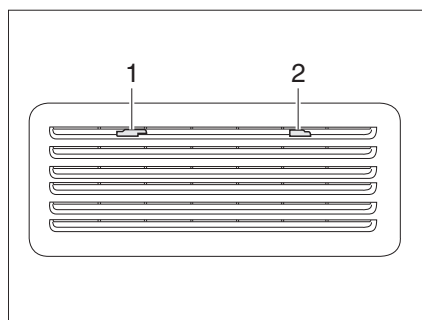

Fig. 197 Grille d'aération du réfrigérateur (Thetford)
- Pousser le dispositif de blocage (Fig. 197,1) vers le milieu.